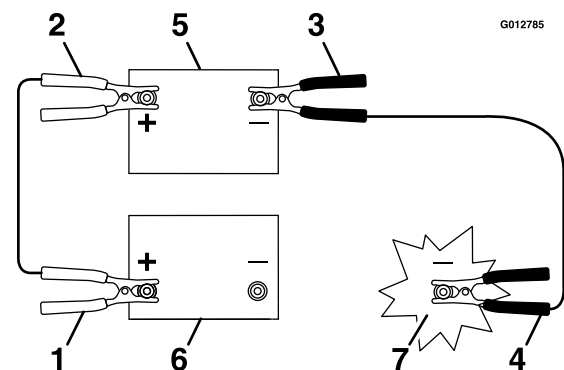

Figure 54
3. Connectez le câble positif (+) à la borne positive (+) de la batterie à plat qui est reliée au démarreur ou au solénoïde (Figure 54).